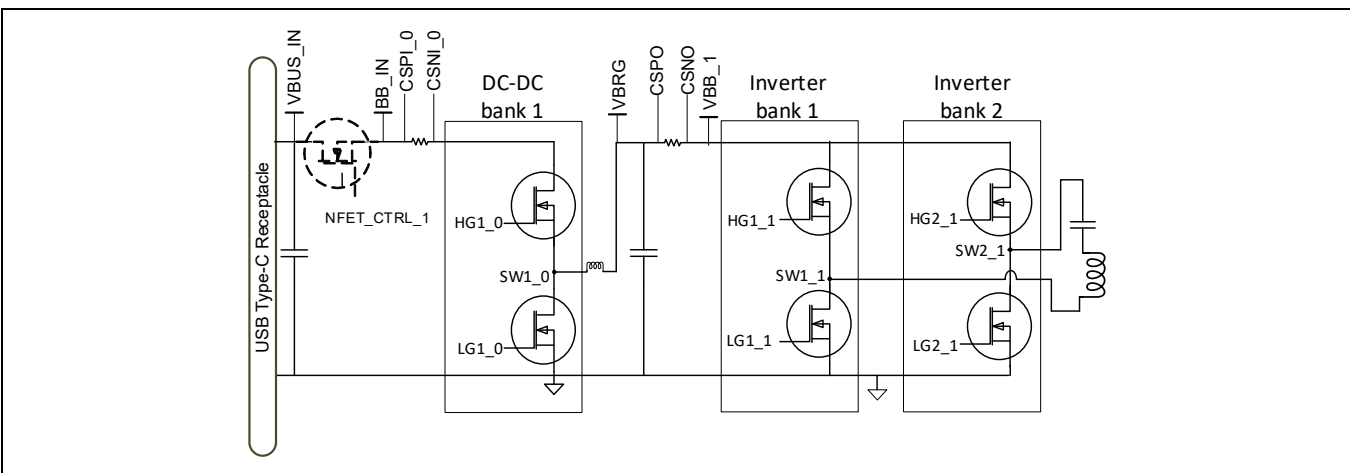

Figure 2 带降压和逆变器电源的 WLC1115 关键引脚映射 [3]
3. 请参阅 Figure 2，了解 WLC1115 关键引脚映射到降压和逆变器电源的电源输入、电流检测和栅极驱动器的情况概述。